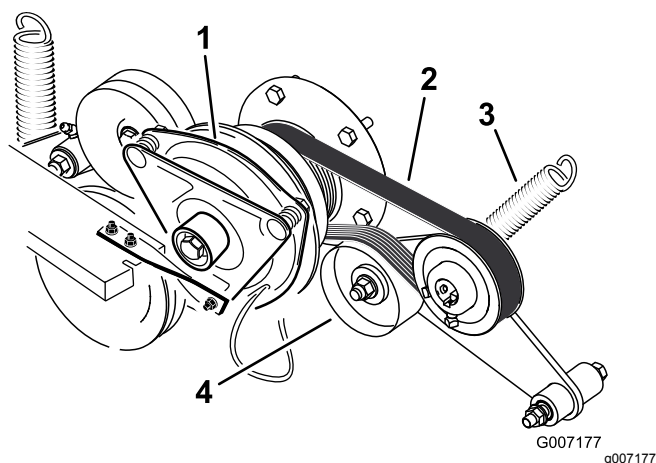

Figura 94
3. Retire a mola do braço do tambor falso (Figura 94).
4. Instale a nova correia em torno do motor e da polia da bomba hidráulica (Figura 94).
6. Instale a mola no braço intermédio (Figura 94).